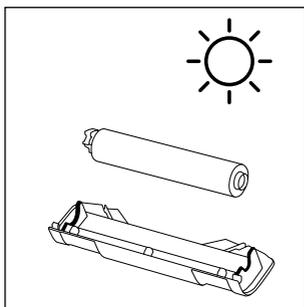

Fig. 37
- ◆ Deje que el rodillo de cepillos **6** y la protección antisalpicaduras **7** se sequen completamente antes de volver a montarlos en el aparato (consulte la fig. 37).